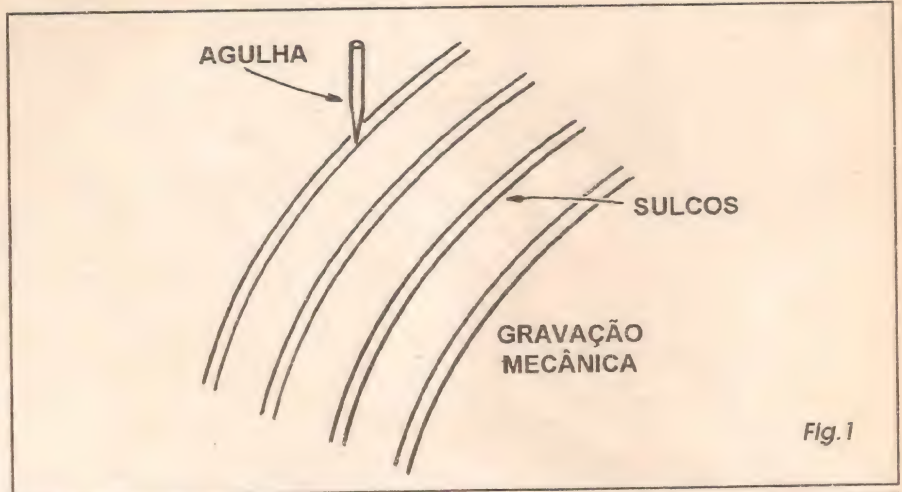

Fig. 1
- Os dois capacitores eletrolíticos vistos na esquerda do diagrama esquemático (**FIG. 1**) determinam, basicamente, os tempos das *rampas* de intensidade/frequência... Podem ter seus valores proporcionalmente modificados, na busca de manifestações mais curtas ou mais longas por parte do *silvo* do **EFSE**... Para não descaracterizar completamente o efeito, recomendamos que a faixa de experimentação (nesses capacitores...) fique entre 22u e 470u, lembrando ainda que *não é forçoso* que ambos tenham idêntico valor...
- FIG. 1 - A GRAVAÇÃO MECÂNICA...